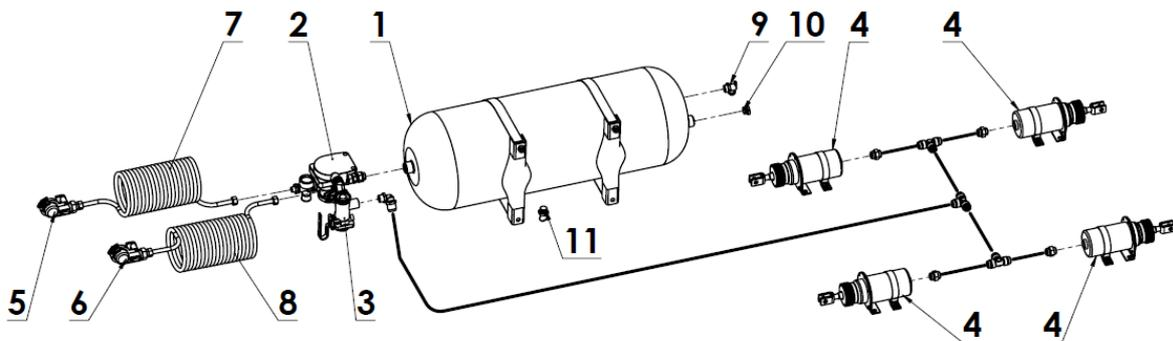

Рисунок 6-й 1-проводная пневматическая тормозная система - навозоразбрасыватели N267, N267/1:
- 1-проводная пневматическая тормозная система N267, N267/1 (рисунок 6),